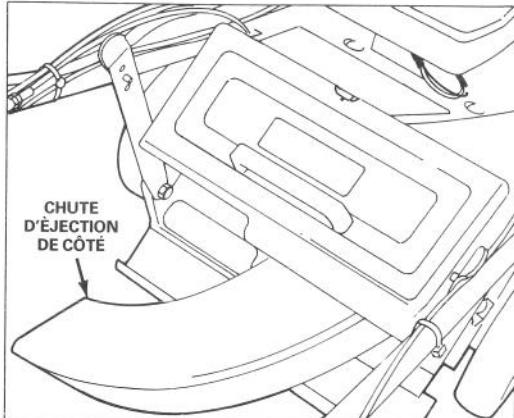

Figure 31
1. Kit d'éjection de côté, modèle N° 59112 – Se monte en quelques secondes. Se fixe à l'arrière, à la place du sac à herbe. Dispense les déchets en coupant de chaque côté (Fig. 31).